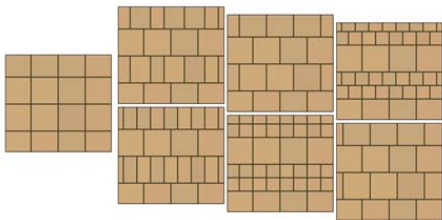

图 17-24 程序贴图□瓷砖
6) 瓷砖（平铺）：应用砖块、颜色的堆叠平铺或材质贴图的堆叠平铺。使用“平铺”可以应用图像并使图像作为图案重复显示。“材质浏览器”提供了通常定义的建筑砖块图案，可以在“材质编辑器”中选择和修改这些图案。样例如图 17-24 所示。